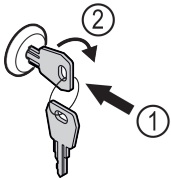

Fig. 125 Beispielhafte Darstellung
- ▶ Schlüssel hineindrücken Fig. 125 (1).
- ▶ Schlüssel um 90° im Uhrzeigersinn drehen Fig. 125 (2).